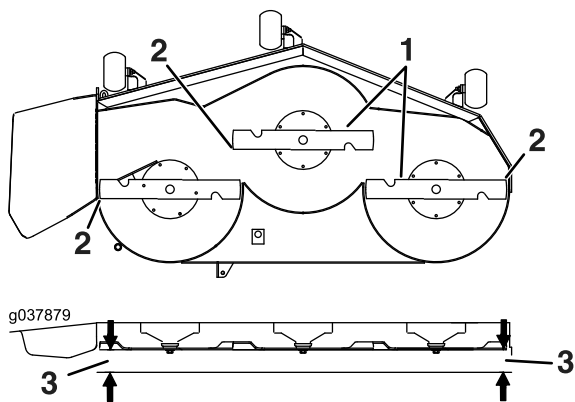

Figura 79
- Rode cuidadosamente as lâminas de um lado para o outro (Figura 79).